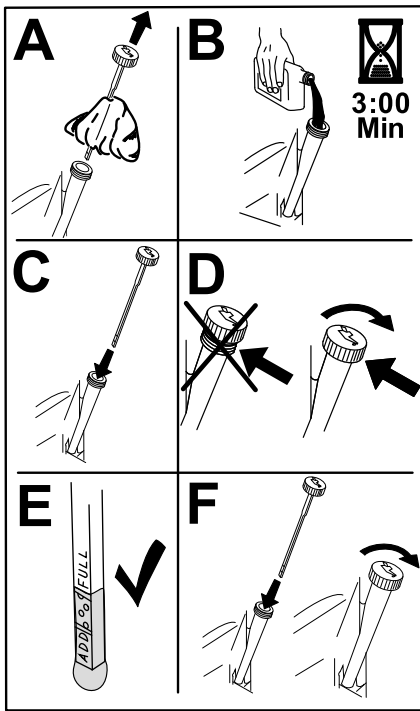

Figura 76
- Vierta lentamente un 80% aproximadamente del aceite especificado por el tubo de llenado, luego añada lentamente el resto del aceite hasta que llegue a la marca de Lleno (Figura 76).